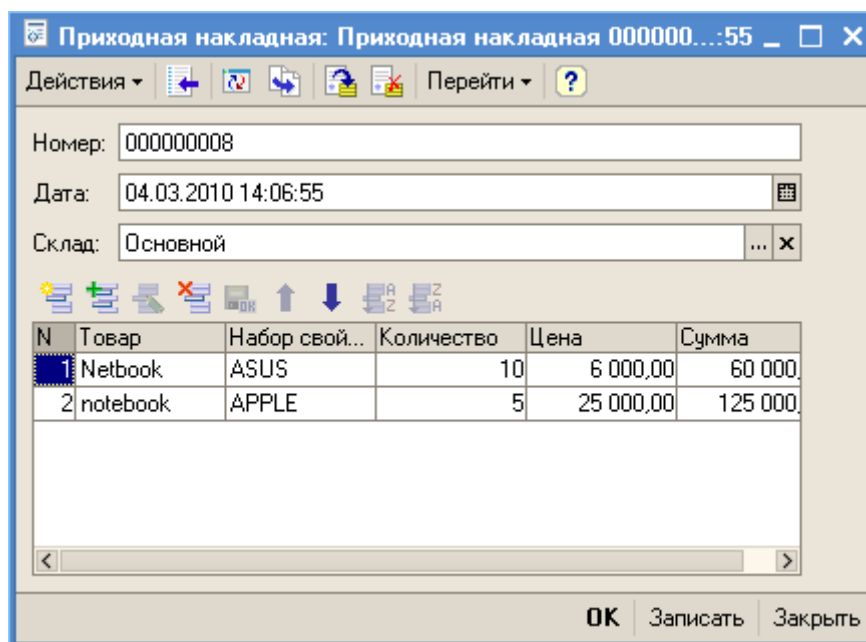

Рис. 138
- откройте документ *Приходная накладная* и укажите, что были получены компьютеры Netbook фирмы ASUS в количестве 10 штук и Notebook фирмы Apple в количестве 5 штук (рис. 138);